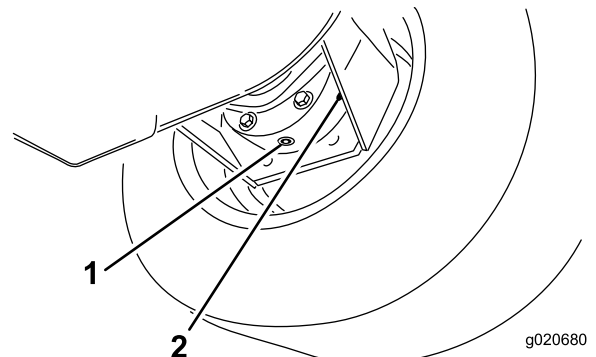

Figura 63
3. Mettete una bacinella sotto la scatola del freno, togliete il tappo di spurgo e lasciate defluire l'olio (Figura 63).